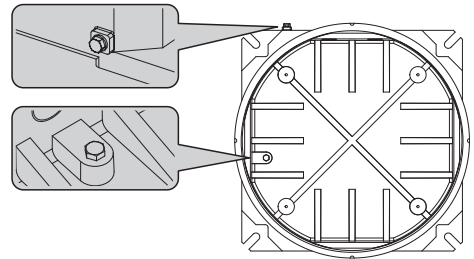

Fig. 02 Lagen der externen-internen Schrauben für die Erdung.
Die Stromversorgung des EXDTRX3 Empfängers ist 230Vac, 50/60Hz. Der Empfänger muß durch die dafür nötigen externen und die internen Gehäuseschrauben geerdet werden (Fig. 02, Seite 8).
**Die Stromversorgung des EXDTRX324 Empfängers ist 24Vac, 50/60Hz. Der Empfänger muß durch die dafür nötigen externen und die internen Gehäuseschrauben geerdet werden (Fig. 02, Seite 8).**